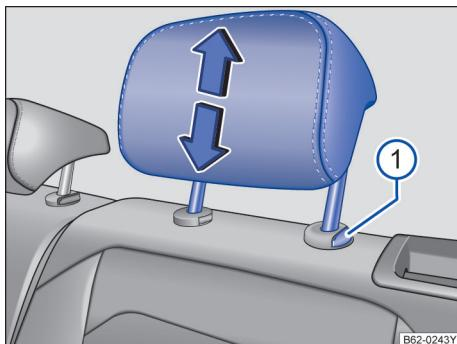

图 61 调整后排头枕
- 按住按钮→图 61①，同时沿箭头方向向上推或下压头枕即可将头枕调整至合适高度→▲，在拆卸和安装头枕中，见第 64 页。